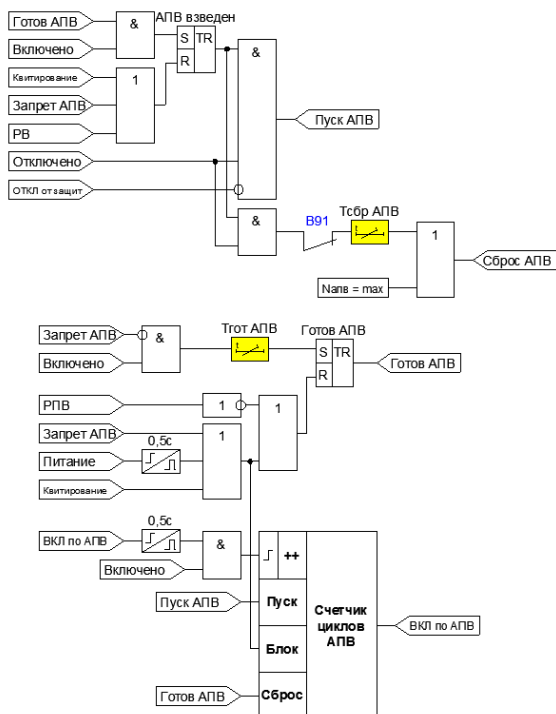

Рисунок 3.2.2 – Функциональная схема АВВ
- после включения ВВ набрана выдержка времени готовности, появился сигнал готовности и выключатель продолжает оставаться включенным (Рисунок 3.2.2);